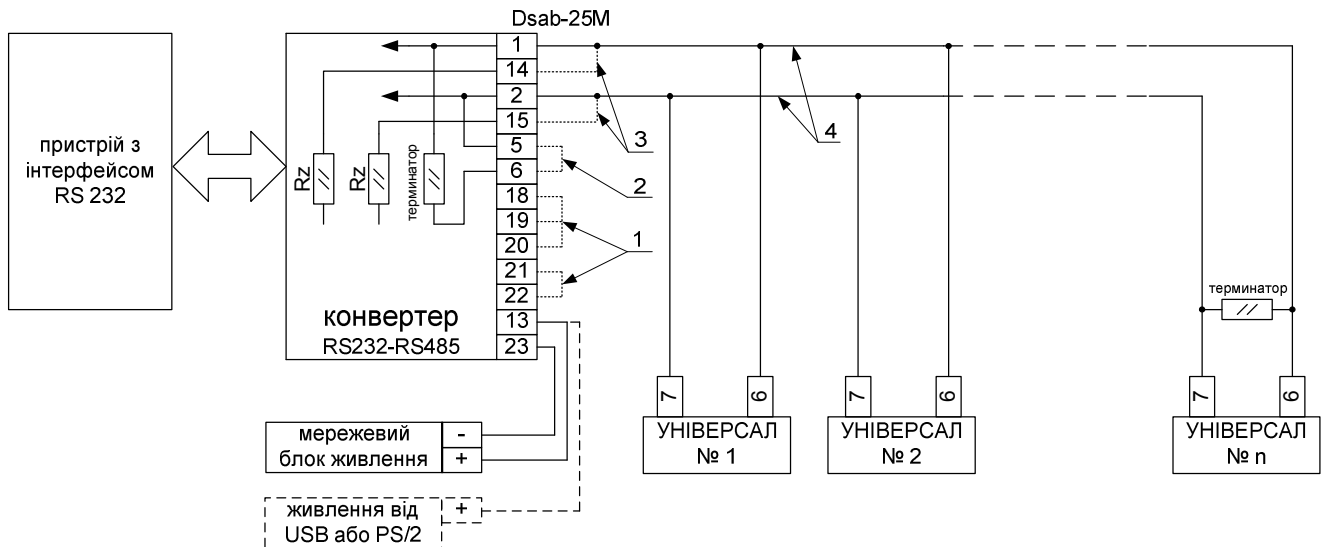

Рис. 1. Схема підключення конвертера до ПК.
7.4 В якості лінії зв'язку використовується двопровідна лінія (рис.1. поз. 4). При довжині лінії зв'язку більше 10 метрів необхідно використовувати кабель типу «вита пара».
7.7 Конфігурування роботи конвертера здійснюється за допомогою перемикачів на контактах 18, 19, 20, 21, 22 з'єднувача DSAB-25F (рис. 1 поз. 1). Конвертер може працювати в таких режимах:
7.8 У випадку коли обмін даних по лінії зв'язку на мінімальній швидкості нестабільний або існують великі завади, тоді зі сторони конвертера необхідно підключити резистори захисного зміщення R_z (рис.1. поз. 3.). Таку процедуру іноді необхідно виконувати у випадку друку на принтер через RS485 і довжині лінії зв'язку більше 10 метрів.